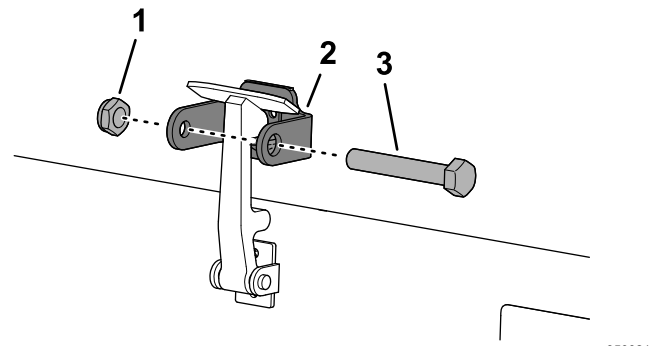

Bild 35
7. Schrauben Sie die Schraube in den anderen Arm der Motorhaubenhalterung, um den Riegel zu arretieren (Bild 35).